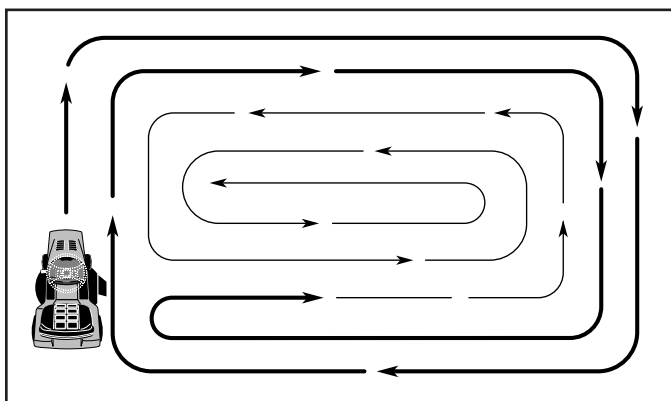

Fig. 16
- Pour tondre une grande surface, on vous conseille de commencer par tourner à droite, de façon à ce que l'herbe ne soit pas déversée sur les arbustes, les clôtures, les allées, etc. Après un ou deux tours, tondez en sens inverse en tournant à gauche jusqu'à ce que le travail soit achevé (Voir la Fig. 16).